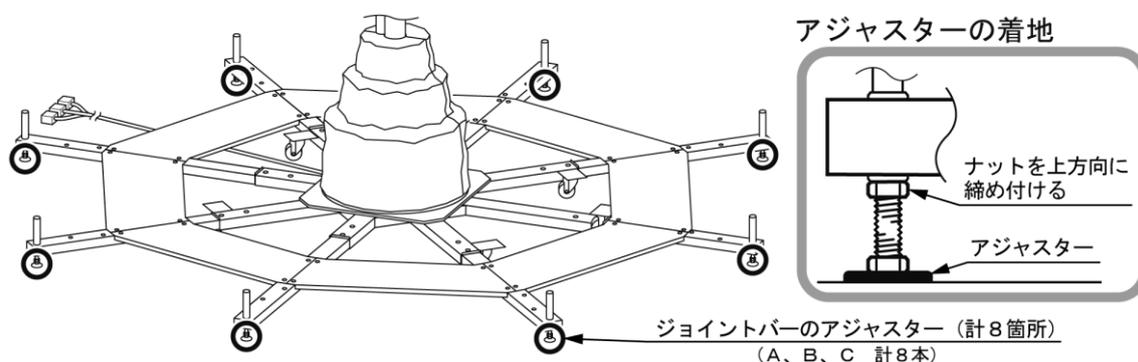

図6-12 アジャスターの着地
- ① ジョイントバー（A、B、C 計8本）の先にアジャスター（計8個）があります。アジャスターを直接着地させてください。（図6-12）